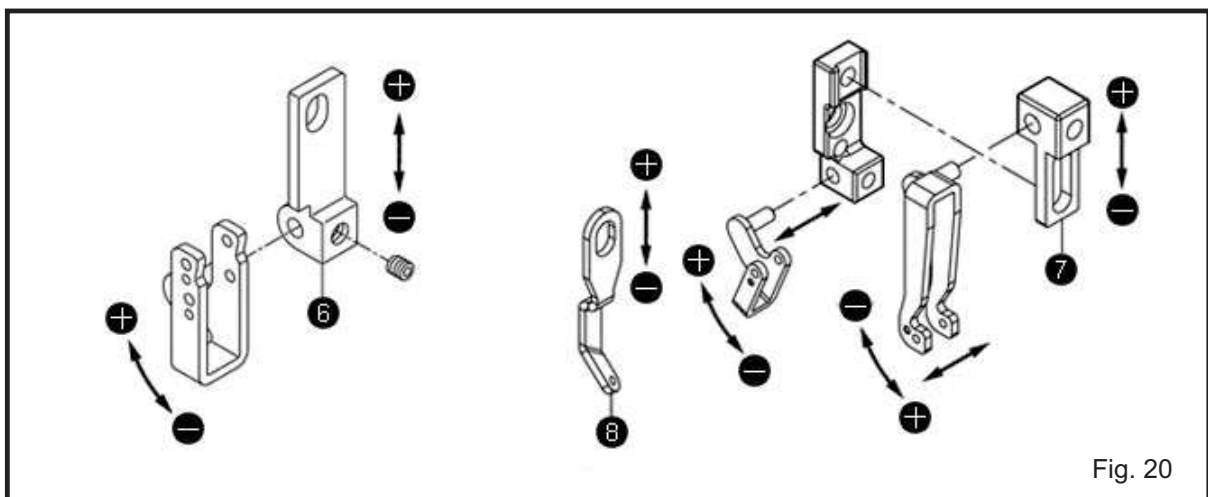

Fig. 20
2. Controle da linha da agulha (Fig20)